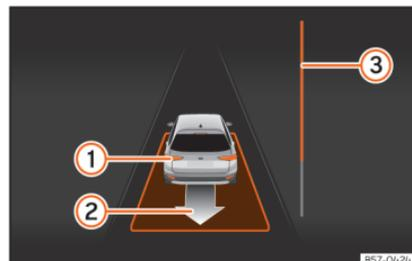

Abb. 201 Am Bildschirm des Kombi-Instruments: parallel zur Fahrbahn ausparken.
- Fahren Sie rückwärts, bis das Dauertonsignal des ParkPilot ertönt; **ODER:** fahren Sie zurück, bis am Bildschirm des Kombi-Instruments die Anzeige zur Vorwärtsfahrt erscheint. Die Fortschrittsanzeige »» **Abb. 201** **③** zeigt den zurückzulegenden Abstand an »» **Seite 292**.